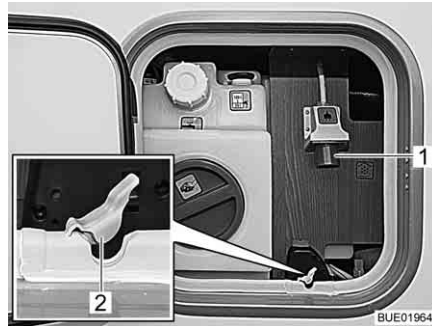

Fig. 172 Raccordement 230 V sur le véhicule
- Ouvrir la pièce d'isolement (Fig. 172,2) du passage de câble.
- Brancher le connecteur à fiche sur le raccordement 230 V (Fig. 172,1) du véhicule.
- Tirer sur le connecteur à fiche (Fig. 172,1) du véhicule pour débrancher le câble de raccordement.
- Presser la pièce d'isolement (Fig. 172,2) du passage de câble dans le logement du joint du portillon de service.